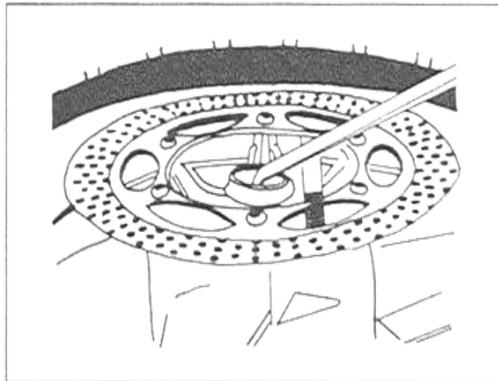

Bild 203
- Wellendichtringe aushebeln (Bild 203).